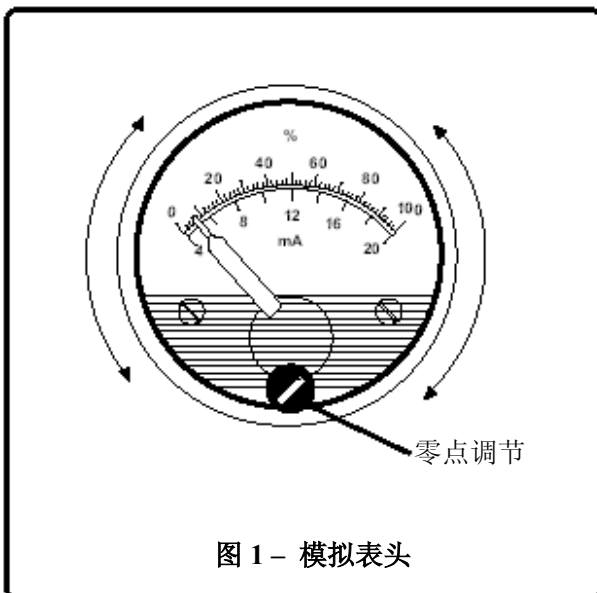

图 1 - 模拟表头
模拟表头的校验仅涉及调零。图1显示模拟输出表及零点调节的位置。
- 在回路未通电时，调节零点螺丝以准确地读取刻度上的真实零点标记（图1）。